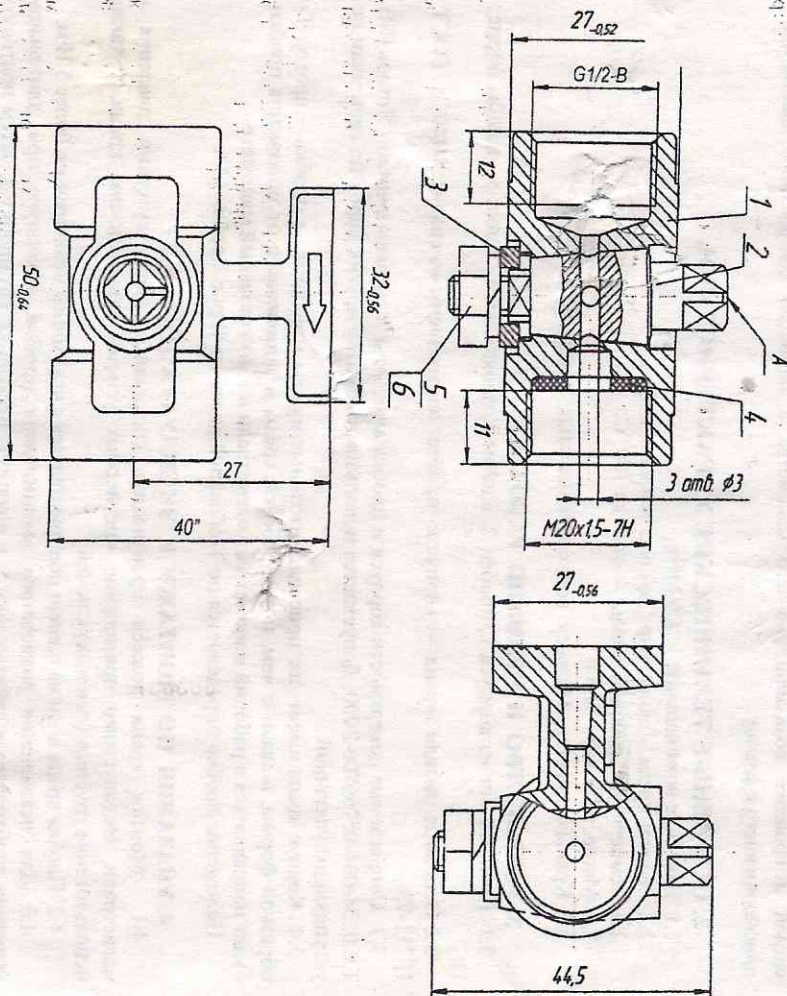

Рисунок 1 — Кран пробковый трехходовой напряженной муфтовый с фланцем для контрольного манометра
- 3.1 Кран состоит из корпуса 1, пробки 2, шайбы 3, прокладки 4, гайки 5, шайбы 6 (рис. 1).